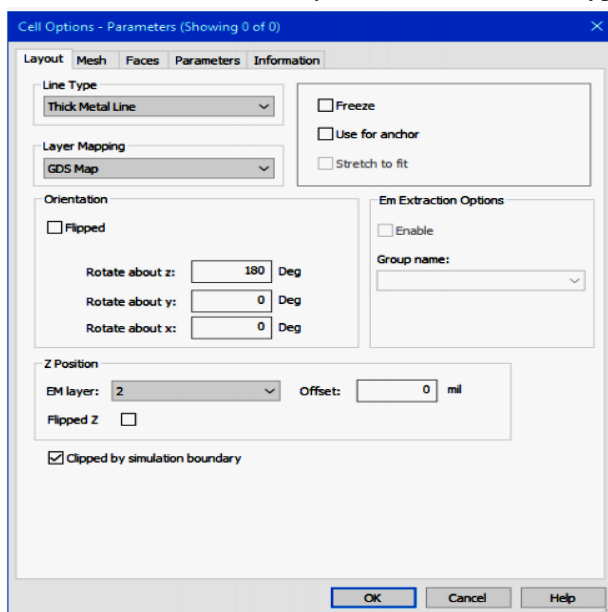
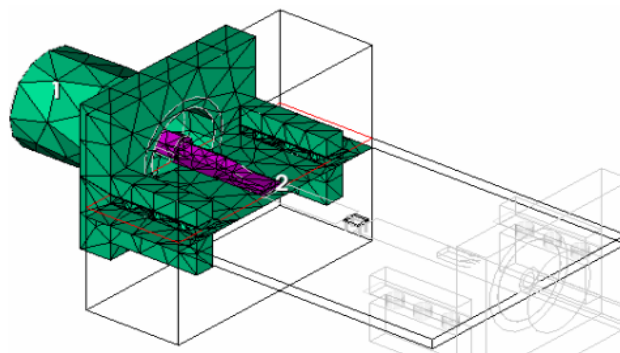

Рис. 118
Рис. 119
- Несмотря на то, что правый разъём **SMA** не попадает в граничную область, при текущих настройках он будет включен в анализ. Чтобы этого избежать, щелкните левой кнопкой мышки по правому разъему **SMA**, затем правой кнопкой мышки и выберите **Shape Properties**. В открывшемся диалоговом окне **Cell Options** на вкладке **Layout** отметьте **Clipped by simulation boundary** (рис. 118). Структура будет выглядеть как показано на рис. 119.